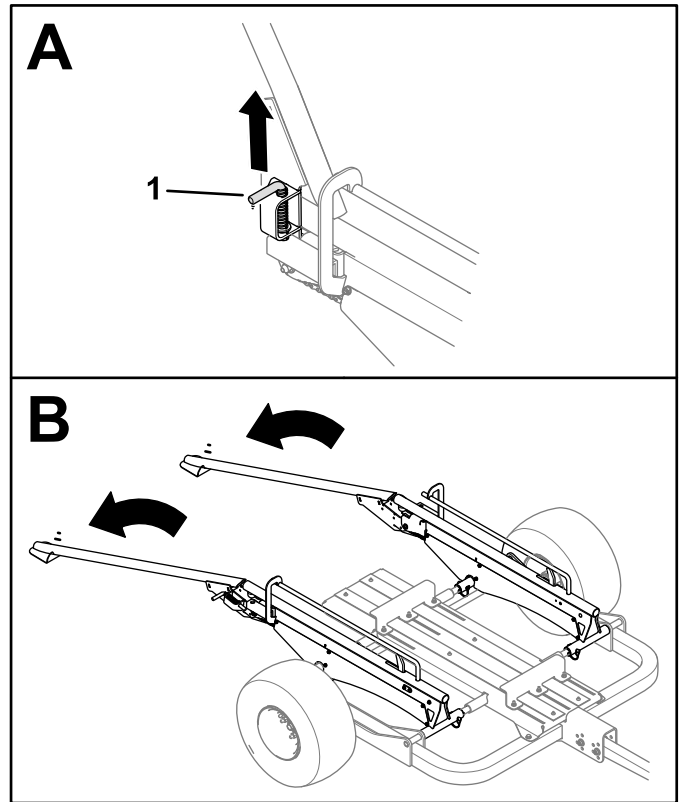

Bild 28
2. Ziehen Sie an den Verriegelungsstiften auf beiden Seiten des Anhängers, um die Schienen oder Rampen zu lösen und sie auf den Boden abzusenken (Bild 28).